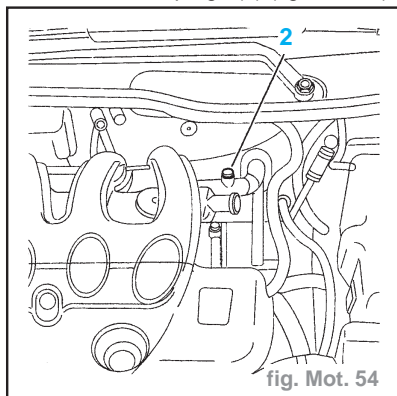

fig. Mot. 54
- Ouvrir la vis de purge (2) (fig. Mot. 54).